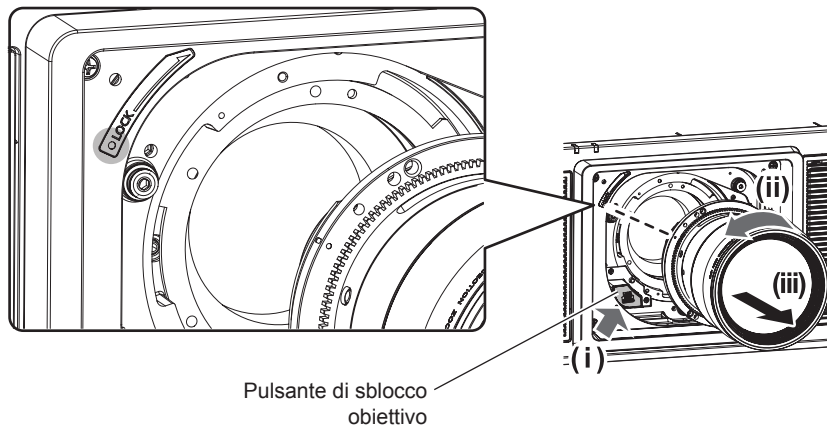

Fig. 1
**2) Rimuovere l'obiettivo di proiezione ruotandolo in senso antiorario mentre si preme il pulsante di rilascio dell'obiettivo. (Fig. 1)**